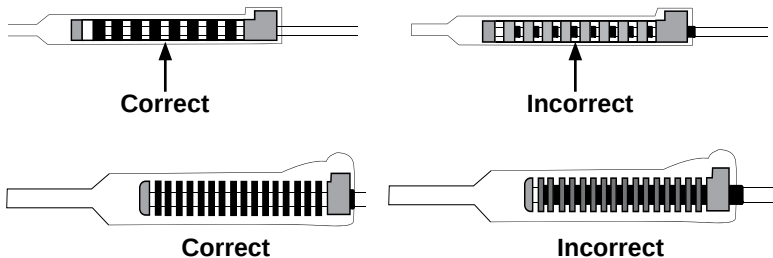

Figure 32. Alignement de la sonde DBS dans le connecteur de sonde-extension (sondes à 8 contacts et à 16 contacts représentées)
4. Vérifier visuellement que les électrodes de la sonde DBS sont alignées avec les contacts de la sonde-extension (Figure 32).